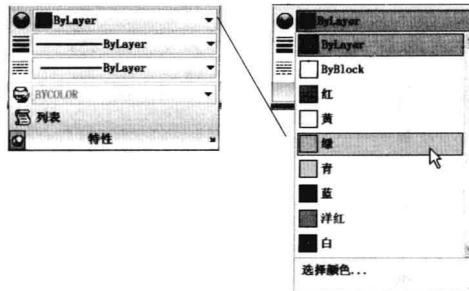

图 6-3-1
(1) 在“特性”面板中单击颜色名称，在弹出的下拉列表中可以选择一种颜色，如图6-3-1所示。如果选择“选择颜色”时，会打开选择颜色对话框，可选择更多的颜色。